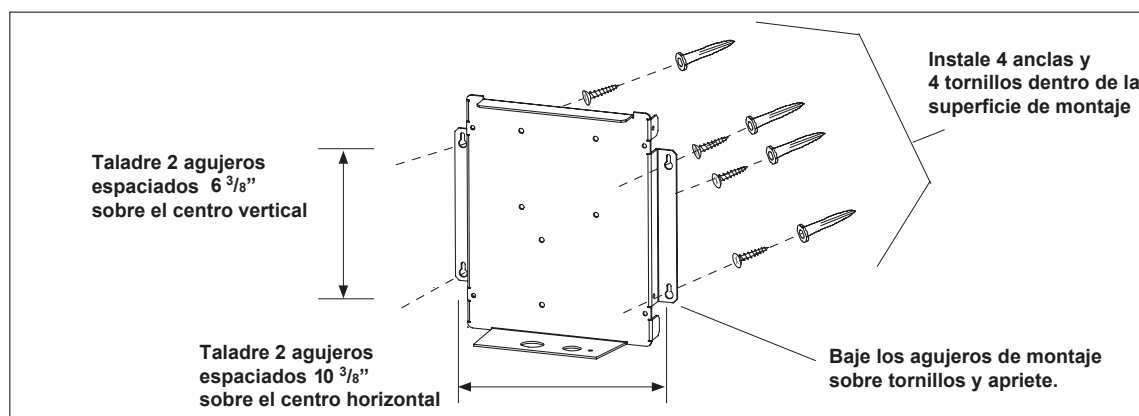

Figura 6. Montaje del chasis de la placa posterior del centro del control
2. Use los implementos provistos y monte el centro de control a nivel de la vista. Deje despejado lo suficiente en todos los lados de la placa posterior del chasis. Si es posible, deje un mínimo de 9 ½ pulgadas (241 mm) sobre el lado izquierdo. Posicione la placa posterior en la superficie de montaje. Marque los centros del tornillo y taladre cuatro huecos de un ¼ de pulgada (6.35 mm) espaciados 10 3/8 de pulgada (264 mm) sobre el centro horizontal y 6 3/8 de pulgada (162 mm) sobre el centro vertical. Instale las anclas (suministradas) en la superficie de montaje. Vea Figura 6.